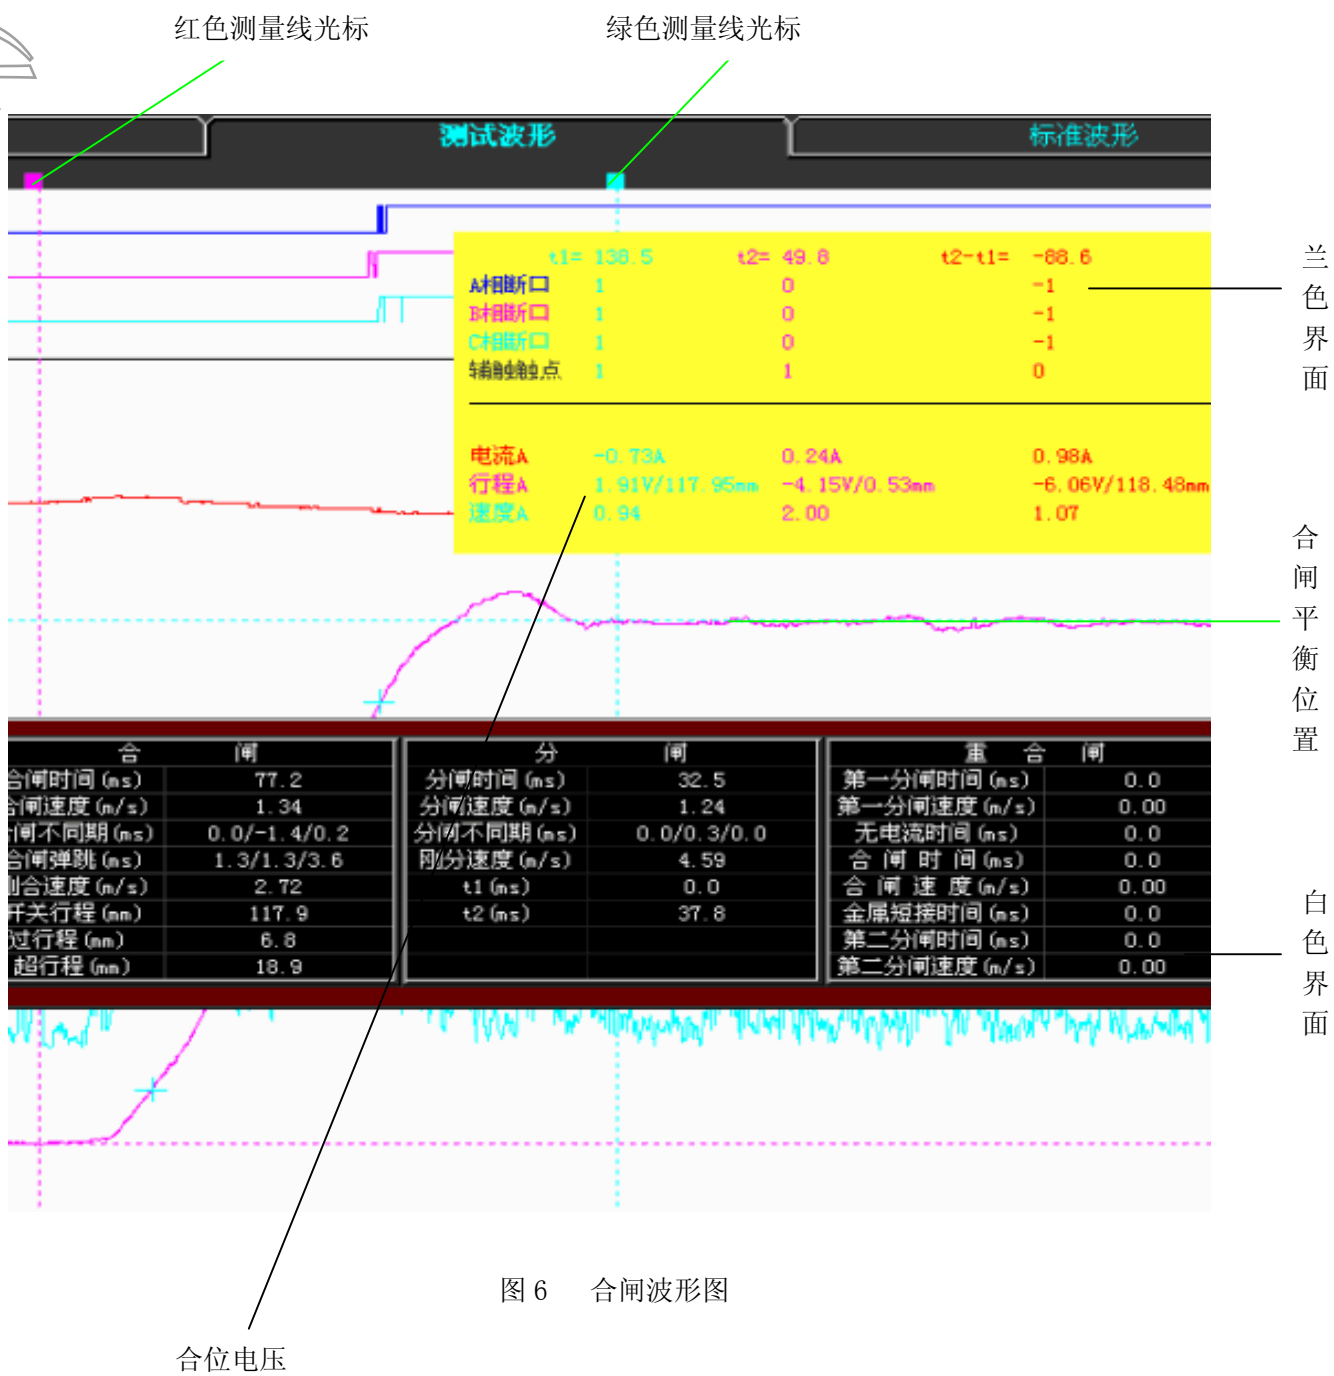

图6 合闸波形图
- 合位电压：根据位移波形用测量线实测的数据，即在蓝色界面上对应测量线放置合闸平衡位置所对应的幅值，如合闸波形图（图 6）所示